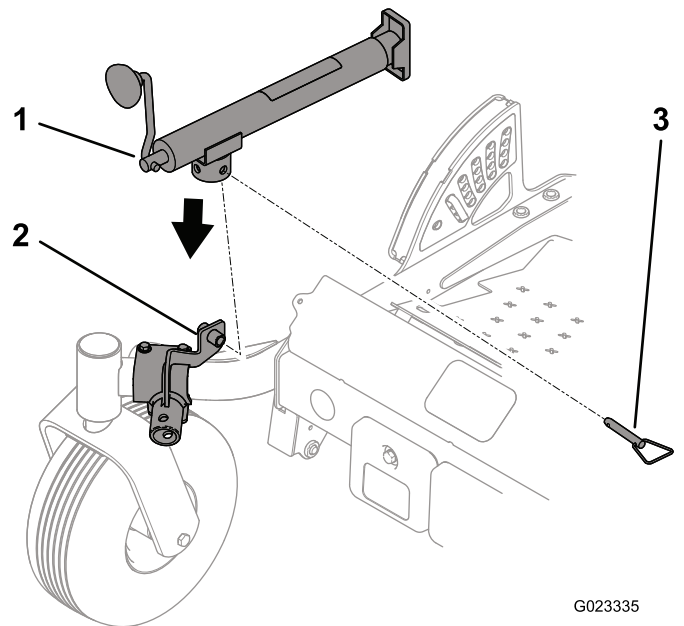

Bild 3
- Fluchten Sie die Löcher im Achsständerrohr mit dem Loch im Einlagerungsrohr oben an der Achsständerhalterung aus (Bild 3).
- Befestigen Sie den Achsständer mit dem Achsständerstift am Einlagerungsrohr (Bild 3).